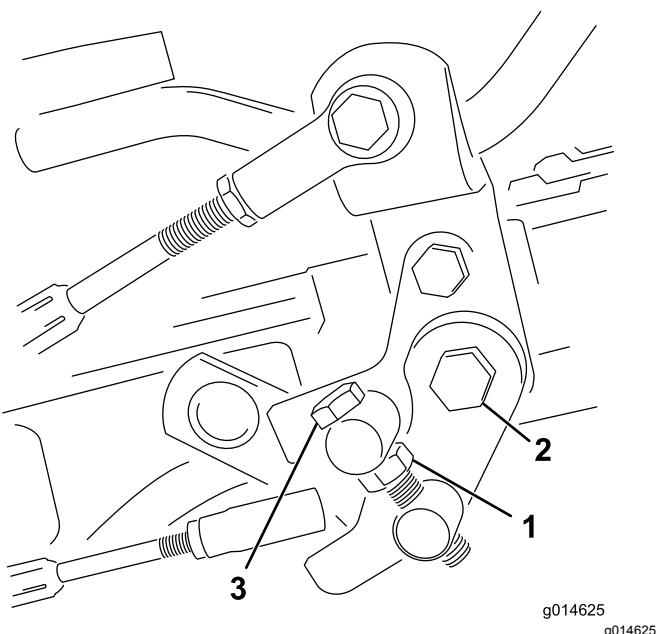

Figura 49
- Liberte a porca de retenção do parafuso do eixo (Figura 49).
- Aperte a porca de retenção no parafuso do eixo e a porca na articulação do pedal para bloquear o ajuste (Figura 49). Verifique o ajuste e ajuste se for necessário.